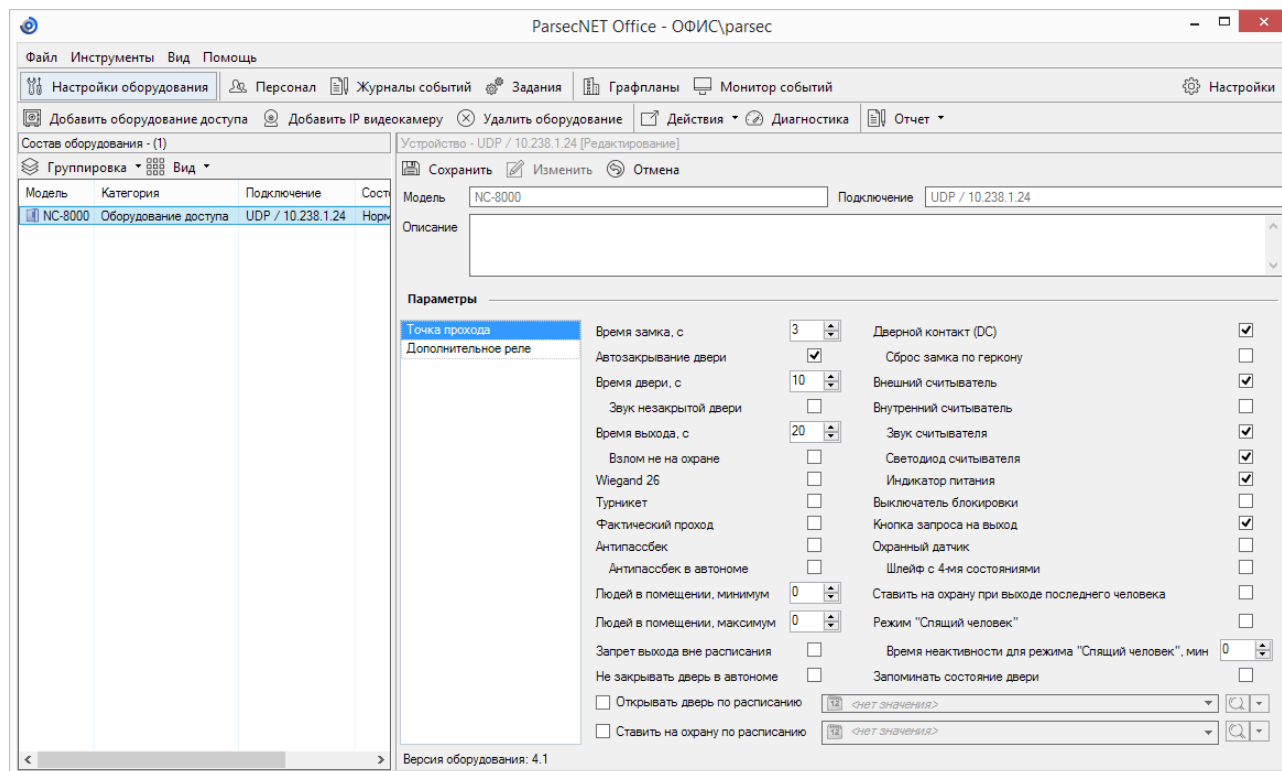

Рисунок 28. Настройка контроллера в ParsecNET Office
- подключение по Ethernet. Контроллер отображается на канале UDP (рисунок 28).